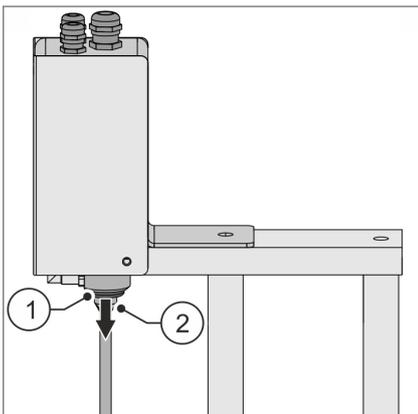

Abb. 59 Flaschendichtung abziehen
01. Flaschendichtung **Abb. 59** / (1) vom Füllstutzen **Abb. 59** / (2) des Abfüllkopfs abziehen.